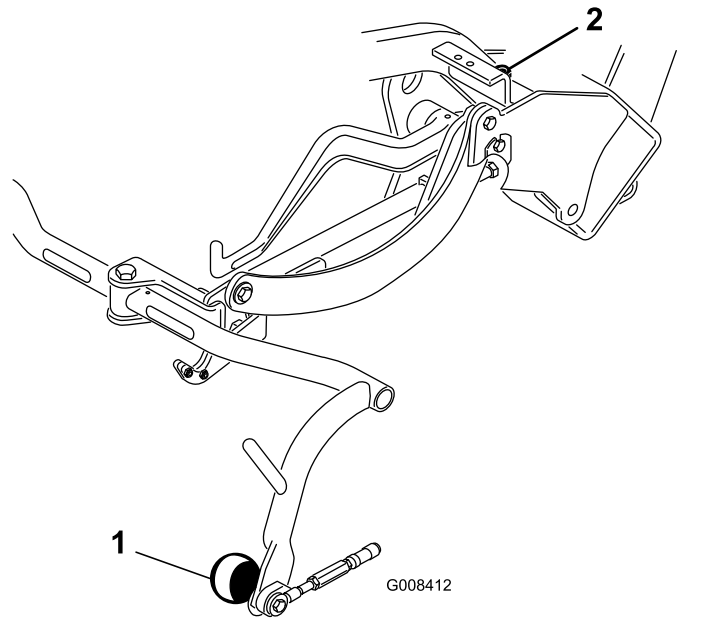

図 9
4. すき間の調整が必要な場合には、キャリアフレームのストップねじ 図 9 についているジャムナットをゆるめ、ストップねじの高さを変えてキャリアフレームの高さを調整する。ジャムナットを締めて調整を固定する。